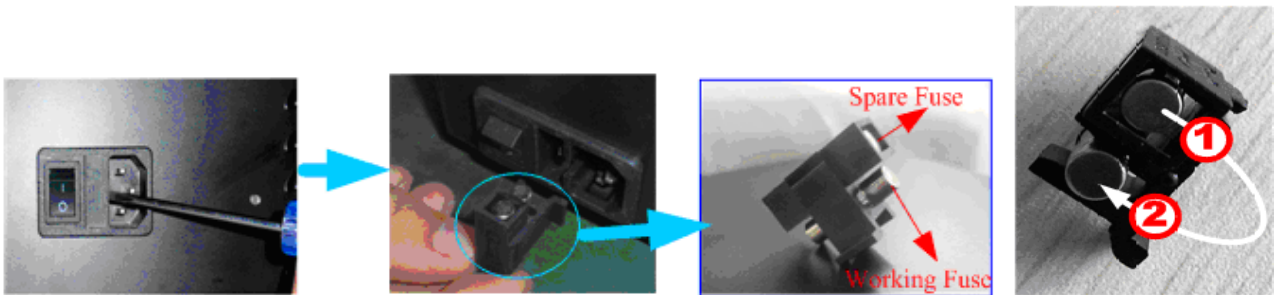

Fig. 4-2 Fig. 4-3
Étape 2: Retirez le porte-fusible à l'aide d'un tournevis plat 3 * 75 avec lame, retirez le fusible cassé de la position de travail et remplacez-le par le fusible de rechange (Fig. 4-2 , Fig. 4-3).